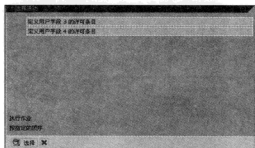

图 9-17 “选择活动”对话框
STEP ① 在命令栏输入 SPRO 命令, 通过菜单选择“投资管理→投资程序→主数据→用户字段→定义用户字段 3 和 4”选项, 在弹出的“选择活动”对话框中选择“定义用户字段 3 的许可条目”选项, 如图 9-17 所示。